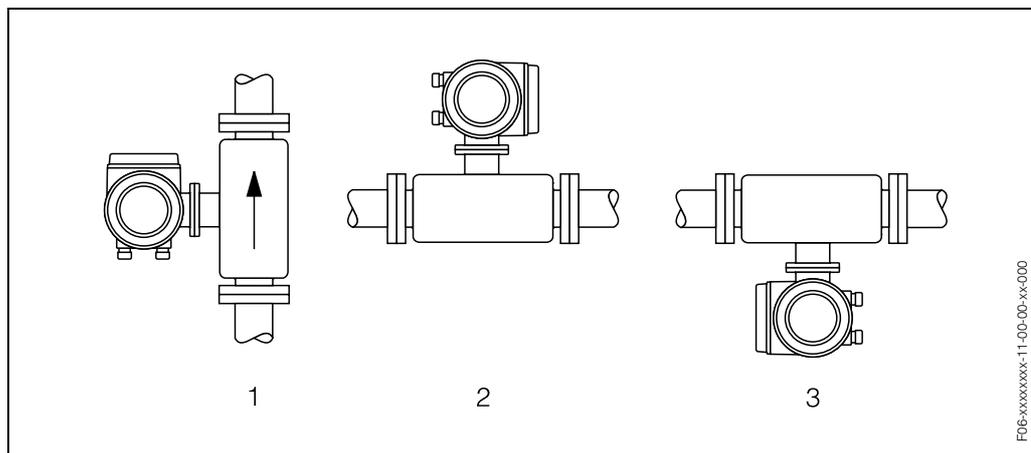

Fig. 6: Размещение Promass E
Вертикальный трубопровод: установка согласно Рис. 6 / Вид 1
Горизонтальный трубопровод: установка согласно Рис. 6 / Вид 3
- Горизонтальный трубопровод: установка согласно Рис.6 / Вид 2